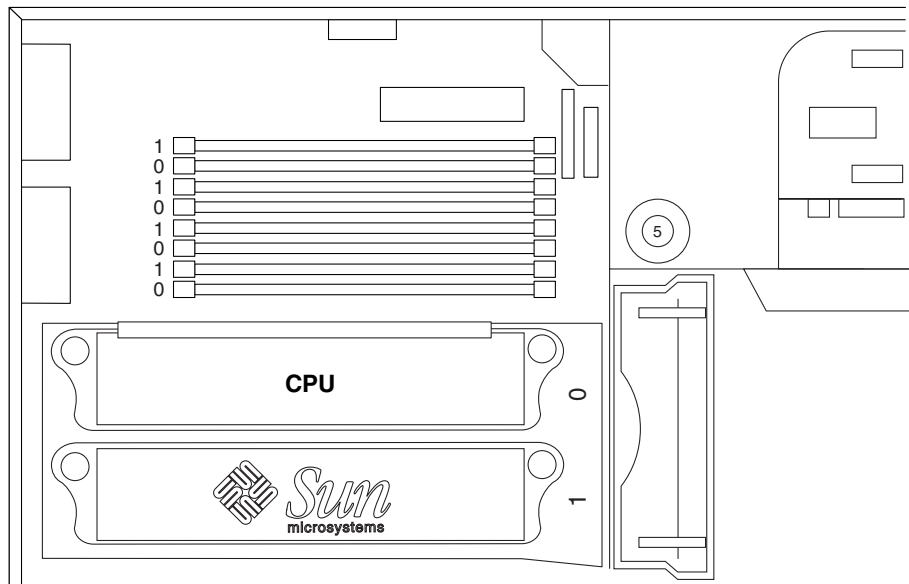

FIGURA 14 Bancos de módulos DIMM en la placa base
- Los módulos de memoria en serie dobles del sistema (módulos DIMM) están dispuestos en dos bancos lógicos, el banco 0 y el banco 1, cada uno de los cuales consta de cuatro conectores. Consulte la FIGURA 14.
- La posición predeterminada de los módulos DIMM instalados en fábrica se encuentra en los cuatro conectores con la etiqueta “0” en la FIGURA 14.